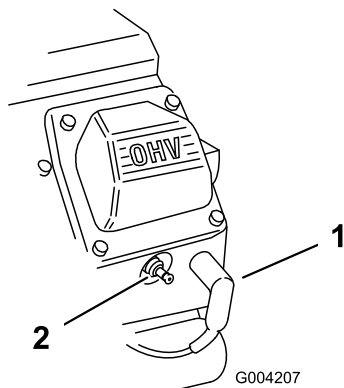

Figura 49
2. Desconecte los cables de las bujías (Figura 49).
3. Conecte los cables a las bujías (Figura 49).